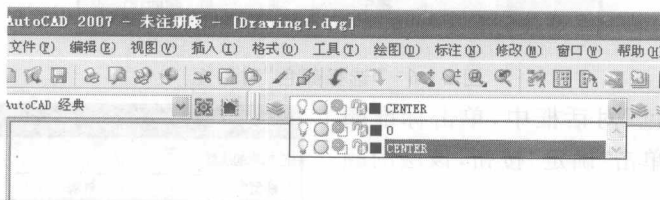

图 2-10 查看图层
(8) 在“对象特征”工具栏中,选择下拉箭头以显示图层控制列表框,默认的“0”层和新建的“CENTER”层已在其中。如图 2-10 所示。